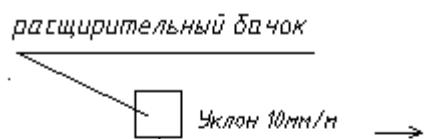

Рис.3 Схема монтажа системы отопления
Верхний и нижний патрубки предназначены для присоединения водонагревателя в систему отопления (рис.3). На лицевой стороне водонагревателя расположена ручка регулятора температуры (TP) и кнопки выключателей с индикацией .На боковой части корпуса имеется отверстие для ввода в пульт кабеля питания и заземляющего провода.
С целью улучшения условий циркуляции воды в системе отопления с естественной циркуляцией водонагреватель следует установить таким образом, чтобы его нижний патрубок был нижней точкой отопительной системы (рис.3).